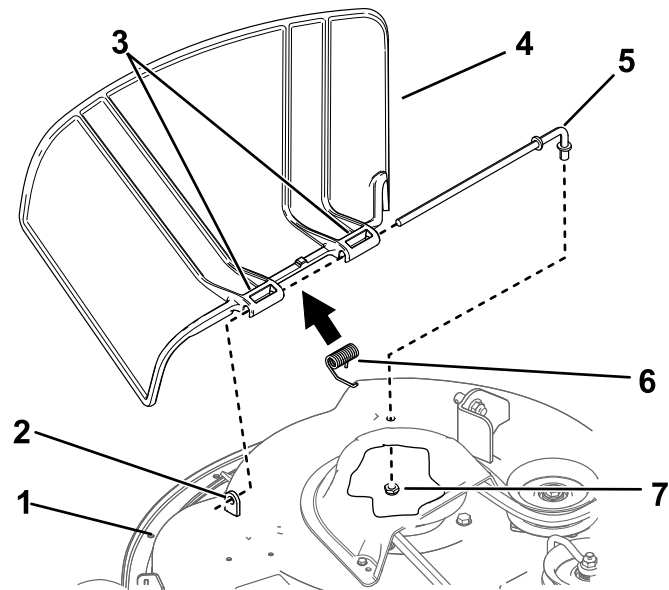

Figura 69
1. Retire la tuerca ($\frac{3}{8}$ ") de la varilla (debajo del cortacésped) (Figura 69).
2. Retire la varilla del espaciador corto, del muelle y del deflector de hierba (Figura 69).
4. Instale el deflector de hierba nuevo (Figura 69).
7. Deslice la varilla por el segundo soporte del deflector de hierba (Figura 69).
9. Sujete el extremo trasero de la varilla al cortacésped con una tuerca ($\frac{3}{8}$ "), según se muestra en Figura 69.